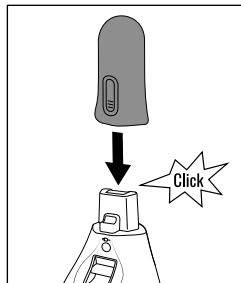

Bild 4
- ◆ Sätt försiktigt det korta skaftet **25** på motorenheten **8** så att det klickar fast (se bild 4).